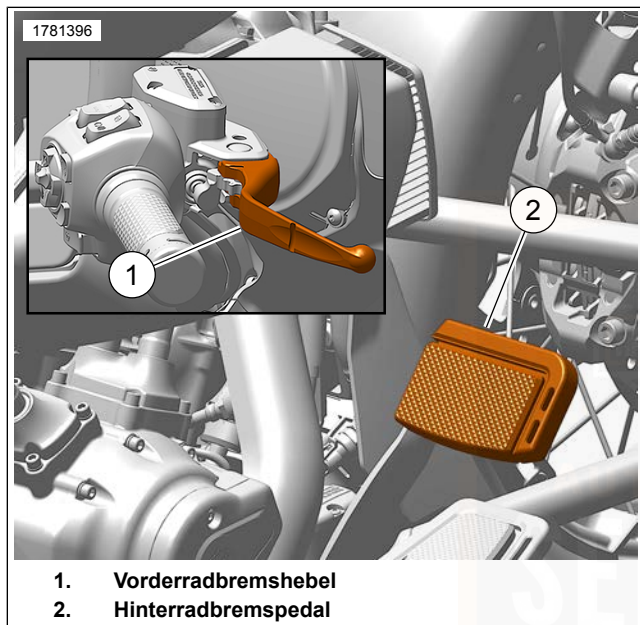

Abbildung 60. Bedienungselemente für Bremsen
Siehe Abbildung 60. Mit dem Vorderradbremshel (1) wird die Vorderradbremse betätigt. Der Hebel befindet sich am rechten Lenker. Den Handhebel mit den Fingern der rechten Hand betätigen.
Siehe Abbildung 60. Mit dem Hinterradbremspedal (2) wird die Hinterradbremse betätigt. Das Pedal befindet sich auf der rechten Seite. Das Hinterradbremspedal mit dem rechten Fuß betätigen.